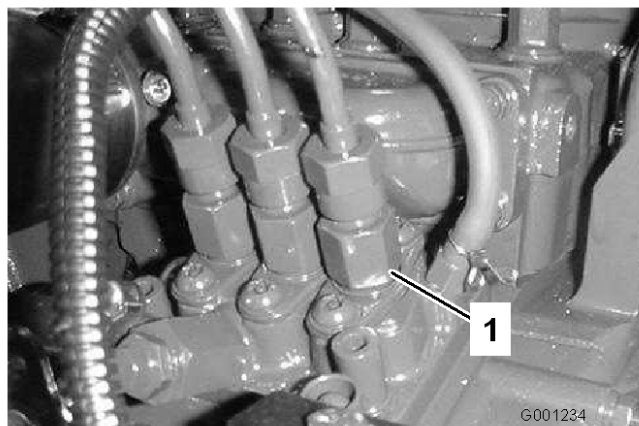

Figura 52
1. Liberte a tubagem que se encontra ligada ao injector nº 1 e à estrutura de suporte da bomba de injeção (Figura 52).